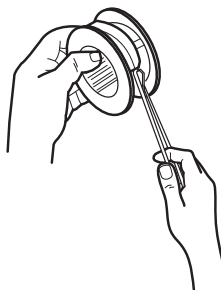

Fig. 31
- > Préparez une nouvelle ligne de 6 m de long et 2 millimètres de diamètre. Faites une boucle au milieu de la ligne et insérez cette boucle dans le crochet du dévidoir (Fig. 31).